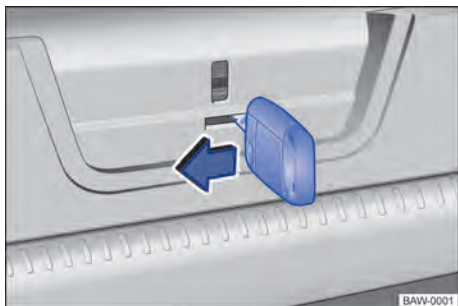

Fig. 63 No compartimento de bagagem: destravar a tampa traseira.
- Inserir a haste da chave na abertura na tampa traseira → Fig. 63 e deslocar a alavanca de destravamento no sentido da seta.